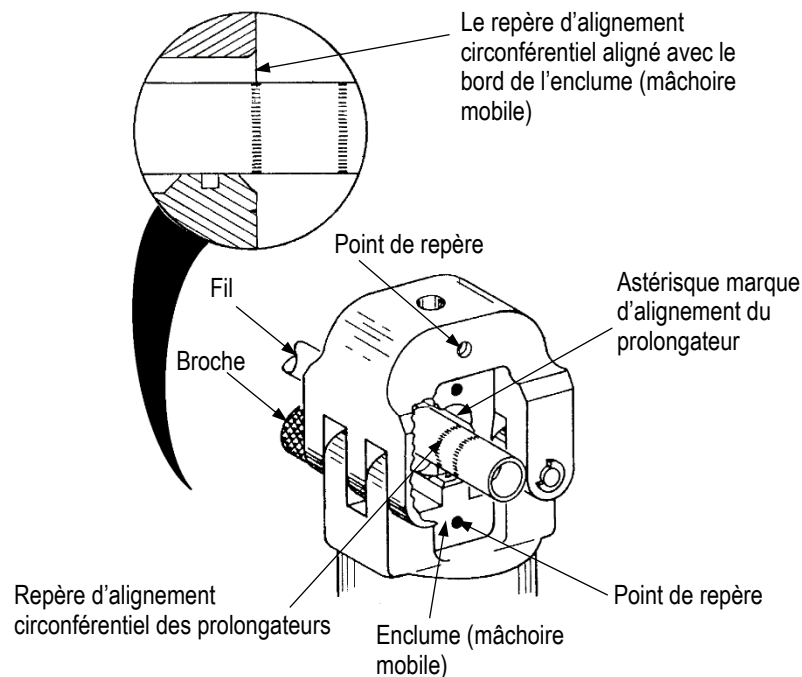

Figure 5
3. Placez le prolongateur dans la mâchoire fixe (matrice) de sorte que le bord de la mâchoire soit aligné avec la marque d'alignement de sertissage circonférentiel du prolongateur. L'astérisque marque d'alignement sur le prolongateur doit être à l'intérieur de la matrice, tournée vers le haut, et en alignement avec le point d'alignement de la matrice. Voir Figure 5
6. Pour sertir l'autre côté, tourner le prolongateur ou la tête de sertissage de 180 degrés, et positionner le prolongateur dans la matrice de sorte que le repère d'alignement, astérisque, sur le prolongateur soit à l'intérieur de la matrice, vers le haut et en alignement avec le point d'alignement de la matrice. Voir Figure 5. Suivez les mêmes étapes utilisées pour sertir le premier côté (étapes 1 à 5).
2. Placez le prolongateur dans la mâchoire fixe (matrice) de sorte que le bord de la mâchoire soit aligné avec la marque d'alignement de sertissage circonférentiel du prolongateur. L'astérisque marque d'alignement sur le prolongateur doit être à l'intérieur de la matrice, tournée vers le haut, et en alignement avec le point d'alignement de la matrice. Voir Figure 5.
7. Pour serti l'autre côté, tourner le prolongateur ou la tête de sertissage de 180 degrés, et positionner le prolongateur dans la matrice de sorte que le repère d'alignement, astérisque, sur le prolongateur soit à l'intérieur de la matrice, vers le haut et en alignement avec le point d'alignement de la matrice. Voir Figure 5. Suivez les mêmes étapes utilisées pour serti le premier côté (étapes 1 à 5)